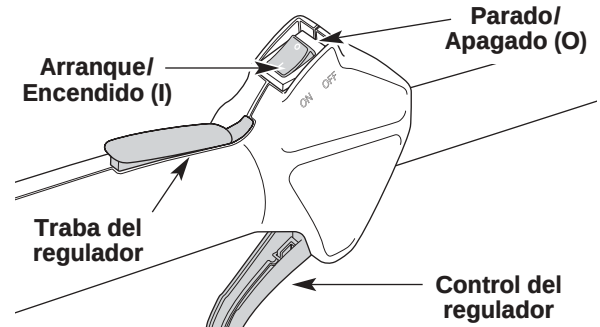

Fig. 16
2. Coloque el control de encendido y apagado en posición de **APAGADO** (O) (Fig. 16).